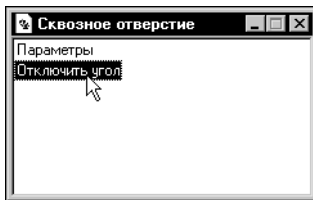

Рис. 44.10. Отключение возможности вращения фантома
На экране появится фантом объекта с заданными параметрами и диалог **Сквозное отверстие** (рис. 44.10), которые можно перемещать по экрану. Используя элементы управления, которые находятся в диалоге, вы можете изменять параметры вставляемого элемента библиотеки.
6. Чтобы отключить возможность вращения фантома, сделайте двойной щелчок по названию команды **Отключить угол** в диалоге **Сквозное отверстие** (рис. 44.10).